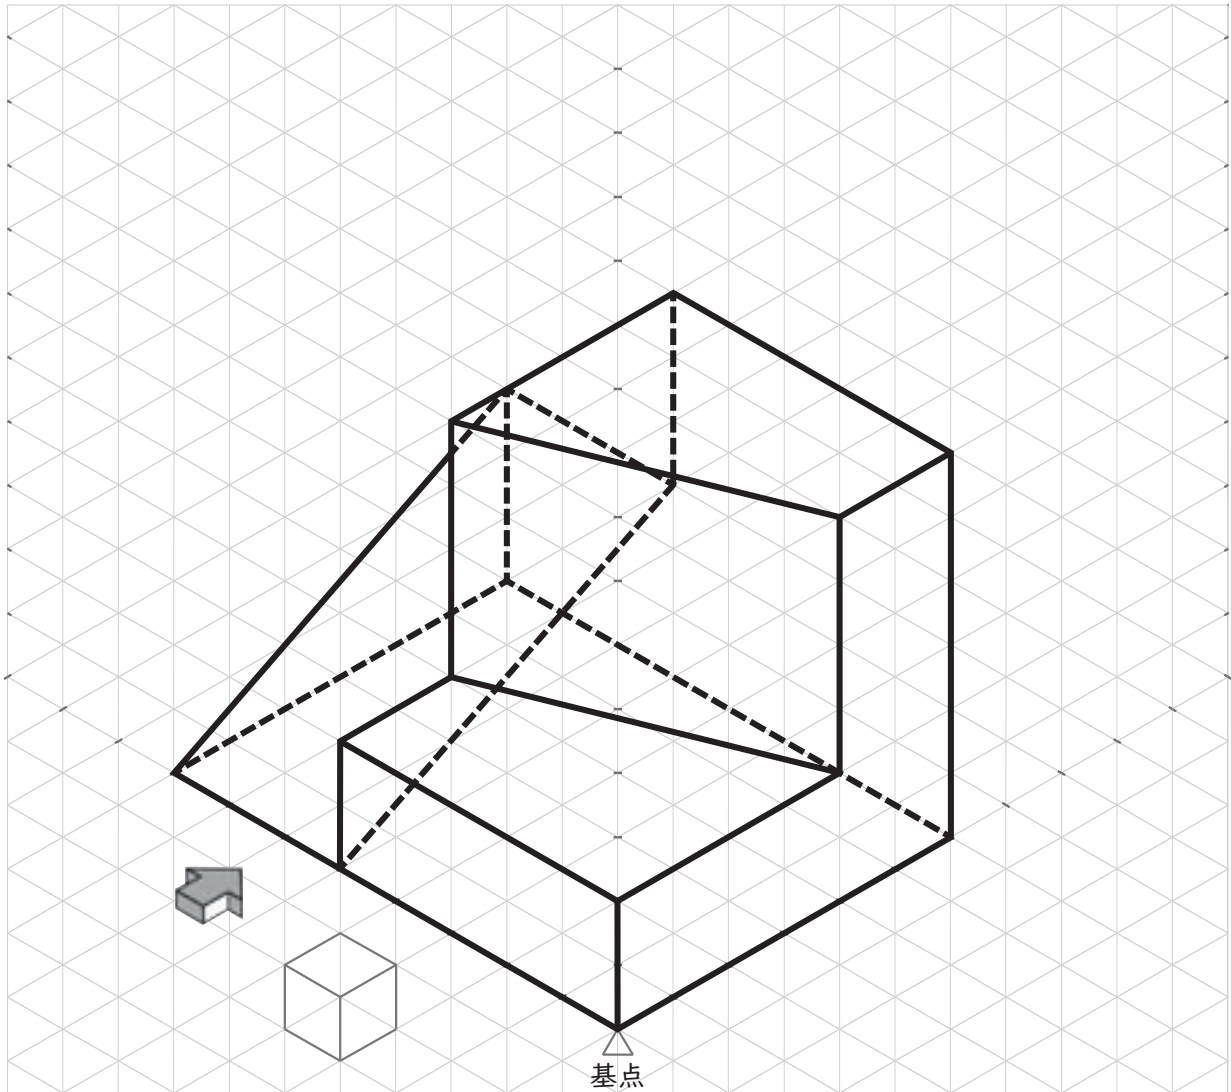

図2 等角図(立体図)
(2) 図2に示す物体の等角図(立体図)について、定規を用いて第三角法によって正投影図(三面図)で描け。ただし、矢印の向きに見た図を正面図とし、図中に示す立方体の一辺を正投影図(三面図)の1目盛とする。また、隠れた部分は破線で描け。